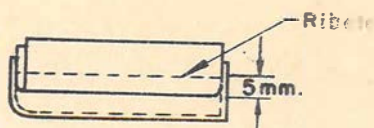

Fig. 3
- c) Luego se toma el ribete doblado y se fija al trozo y a unos 5 mm. del doblado. ( Fig. 3 )